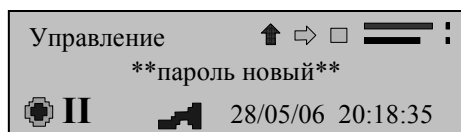
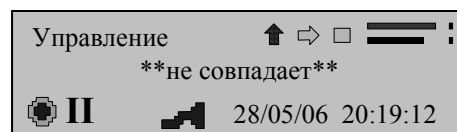

Рисунок 24
Рисунок 25
- при верно введенном пароле прибор сообщит об успешном изменении пароля (рисунок 24), при неверно введенном пароле прибор сообщит об ошибке и перейдет к началу подпункта (рисунок 25).